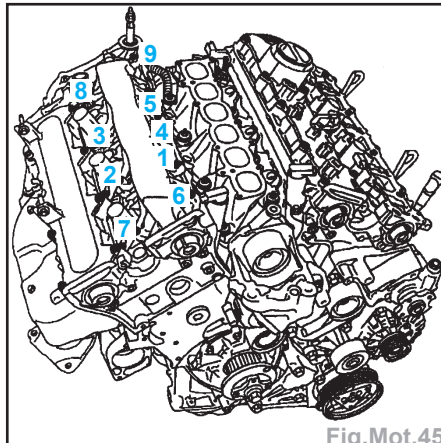

Fig.Mot.45
- Reposer le couvre-ACT, approcher puis serrer progressivement à 1 daN.m les vis de fixation des carters couvre ACT dans l'ordre indiqué (Fig.Mot.45).